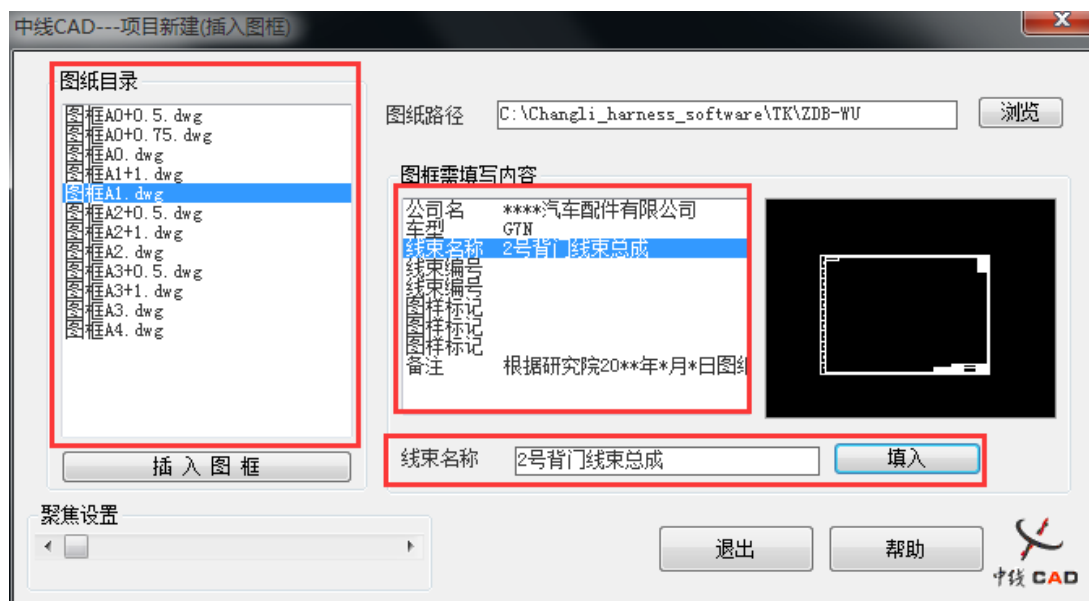

图 1-9
3. 在【图纸目录】中选择需要的图框，单击【插入图框】将图框插入图纸中；软件会再次弹出【中线 CAD-项目新建】对话框，这时在【图框需要填写内容】栏中选择要填写的内容标记即可，如图 1-9 所示。